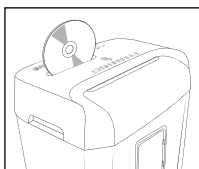

Fig. 5
Per distruggere i documenti, impostare l'interruttore *REV/OFF/AUTO/FWD* ③ su *AUTO*. Inserire il CD centralmente dall'alto nell'apertura di taglio CD/carta di credito ② (vedi Fig. 5). È possibile inserire solo un CD per volta.